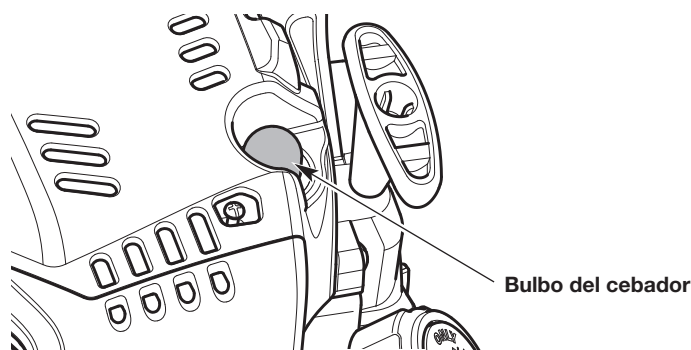

Fig. 12
3. Presione y luego suelte el bulbo del cebador lentamente **10 veces** (Fig. 12).